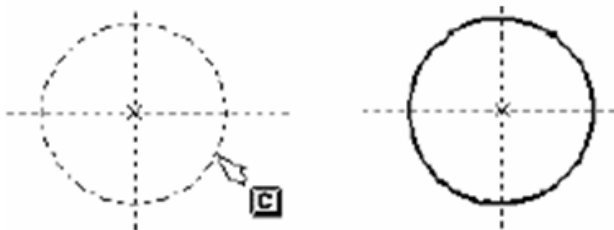

Рис. 9. Построение линии изображения
- выбрать соответствующую линию построения при помощи клавиши <C>, <E> и <S>, когда не выбран ни один узел (рис. 9);